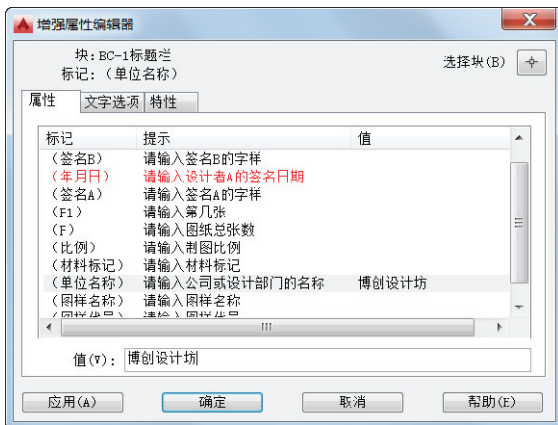

图 6-50 “增强属性编辑器”对话框
- 3) 系统弹出图 6-50 所示的“增强属性编辑器”对话框。该对话框有 3 个选项卡，即“属性”选项卡、“文字选项”选项卡和“特性”选项卡。